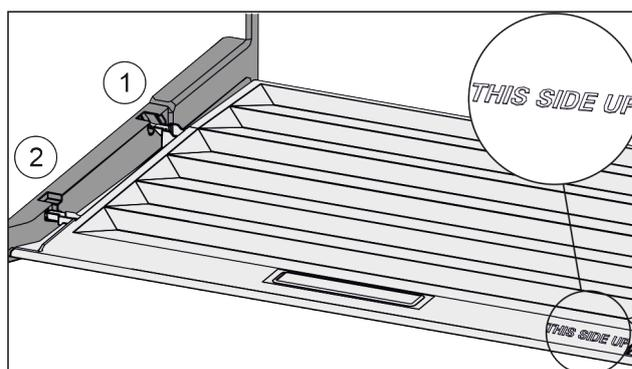

Fig. 60
- ▶ Introduire les rainures du couvercle par l'orifice du support arrière Fig. 60 (1) et les enclencher à l'avant dans le support Fig. 60 (2).